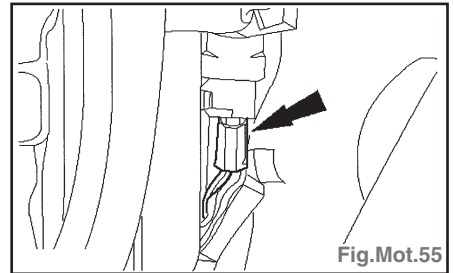

Fig.Mot.55
- Débrancher le connecteur d'interrupteur de coupure d'alimentation à inertie (IFS) (Fig.Mot.55).